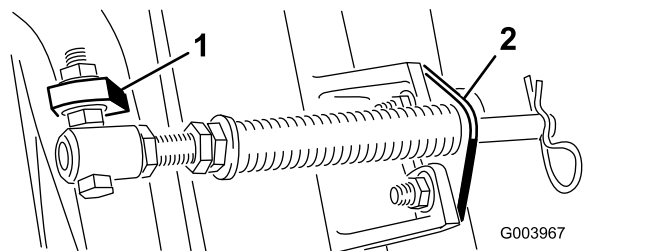

図 5
- D. カッティングユニットのタブにロッドブラケットを取り付け、キャリッジボルト2本とナットで固定する **図 5**。